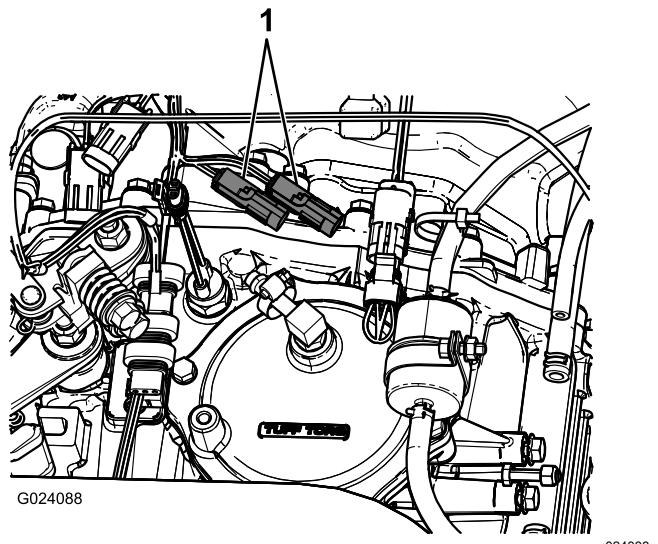

Figura 16
2. En el transeje de la máquina, conecte el conector de 3 pines del arnés de cables de la máquina para el sensor de velocidad al conector hembra de 3 vías del arnés del fumigador para el sensor de velocidad (Figura 16).